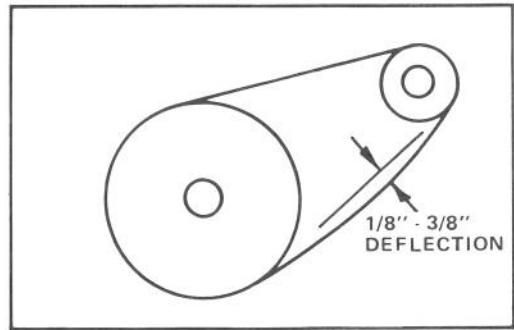

Abbildung 29
1. Die Durchbiegung der Kette durch Hochheben der Kette mit mäßigem Druck bei der Spannmitte nachprüfen. Die Durchbiegung sollte 3 bis 9,5 mm betragen (Abb.29). Sollte dies nicht der Fall sein, dann ist eine Justierung erforderlich.